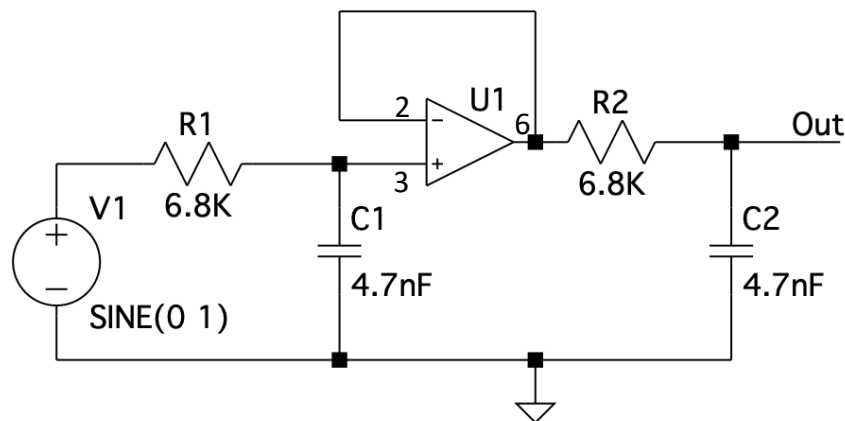
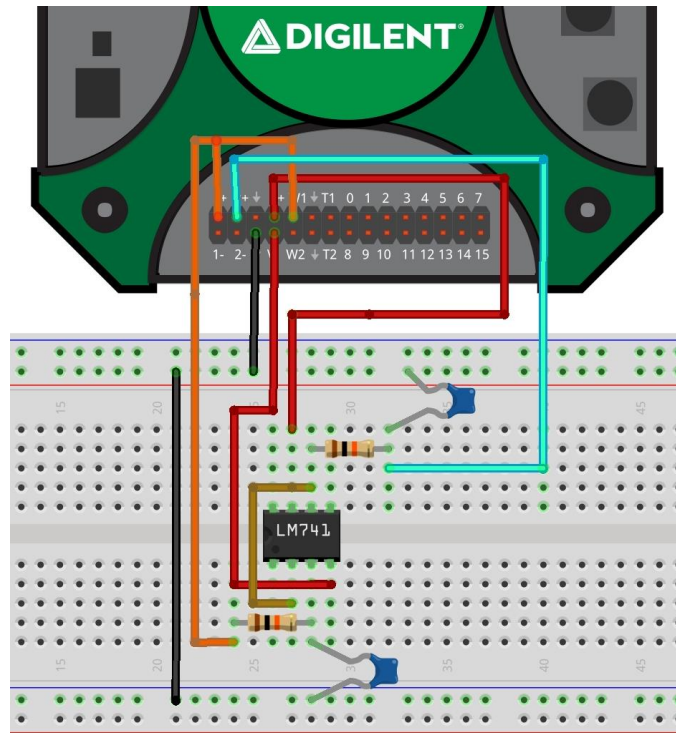

Figura 10 – Filtro Passa Baixas RC de Segunda Ordem
Figura 11 – Montagem em *Protoboard* do Filtro Passa Baixas RC de Segunda Ordem
- Monte o circuito da Figura 10 no *protoboard*. Ligue na entrada do circuito o gerador de forma de onda (W1) e o canal analógico 1 do osciloscópio (1+). Ligue na saída do circuito a entrada analógica 2 (2+) do osciloscópio. Escolha um ponto de terra do *Analog Discovery 2* (1-, 2- ou GND) e conecte com a referência do circuito. Alimente o operacional com as linhas V+ e V- do *Discovery 2*. A Figura 11 ilustra a montagem em *protoboard* para referência.